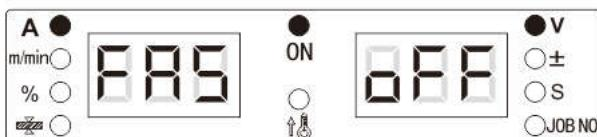

Рисунок 3-21. Отображение функции FA5 на цифровых дисплеях
- Поворотом регулятора панели управления установите выбор функции FA5 (см. Рисунок 3-21).